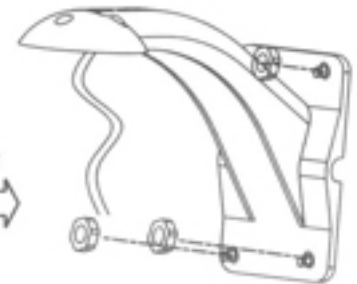

Figure 9
- 4) Зафиксируйте кронштейн на стене (смотрите рис. 9)